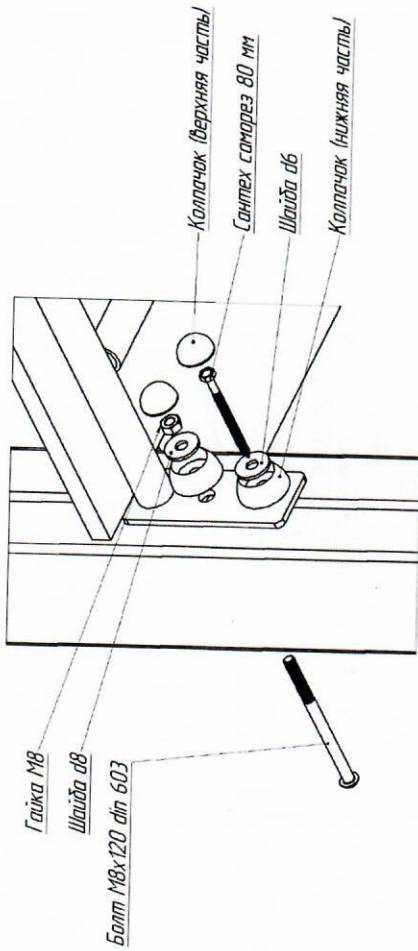

Рис. 7
3.2. Закрепить раму пола к столбам болтами М8х120 + шайба + гайка + колпачок и сантех саморезами 80 + шайба + колпачок. Сверху (шершавой стороной вверх) установить пол из ламината с помощью болтов М6х30 + шайба + гайка. (рис. 7—9).